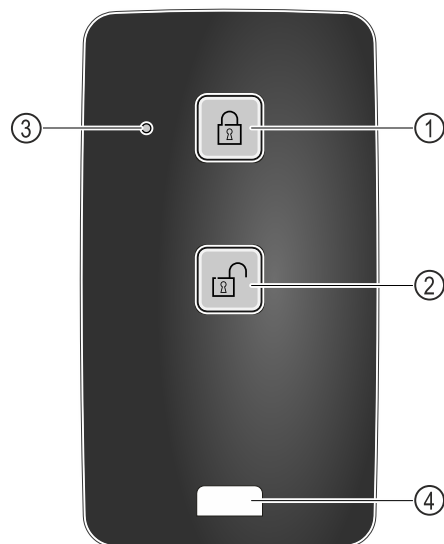

Fig. 149
- Appuyer sur la touche Fig. 149 (1) de la télécommande.
- Appuyer sur la touche Fig. 149 (2) de la télécommande.
- La LED d'état Fig. 149 (3) émet un signal visuel lorsqu'on appuie sur une touche.
- Œillet Fig. 149 (4) pour attacher la télécommande, par exemple à un trousseau de clés.